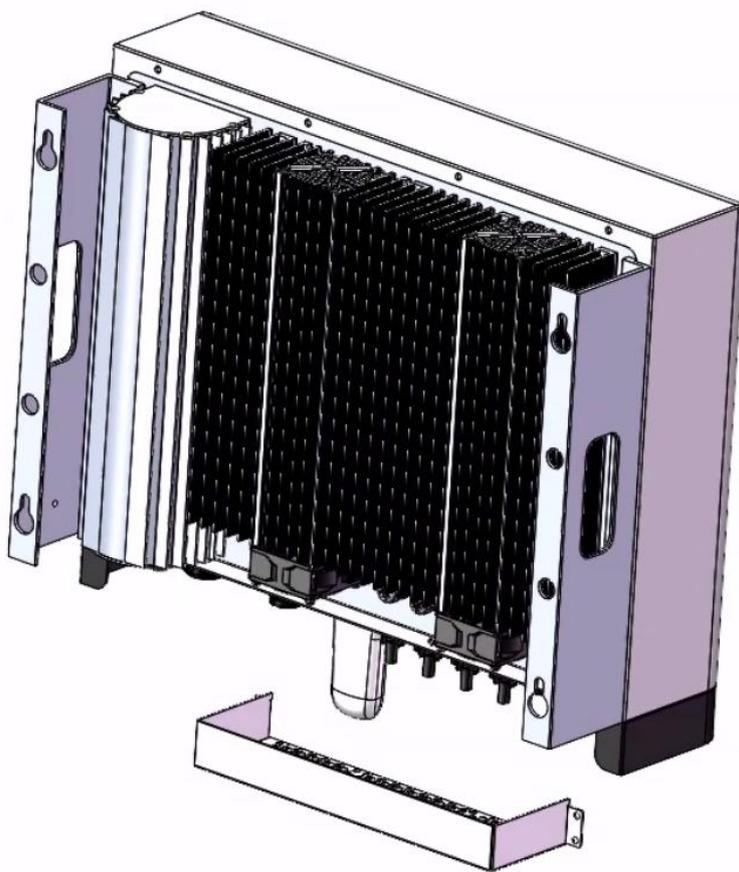

图 7-1 从风扇防护罩上拆下螺丝
**步骤 5** 松开固定风扇防护罩的螺丝，如图 7-1 所示
**步骤 6** 拆下风扇防护罩，如图 7-1 所示